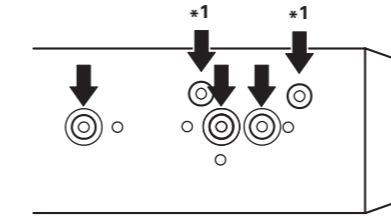
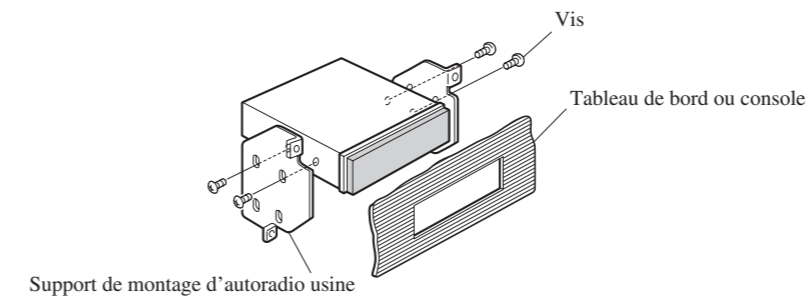

Fig. 11
Fig. 12
2. Fixation de l'appareil au support de montage d'autoradio pourvu par l'usine. (Fig. 11) (Fig. 12)